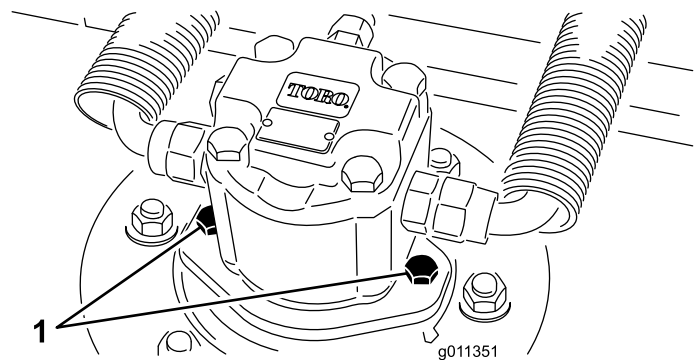

Figura 10
2. Desconecte el motor hidráulico y retírelo de la plataforma (Figura 10). Tape la parte superior del eje para evitar la contaminación.
4. Instale el motor hidráulico en la plataforma (Figura 10). Asegúrese de que la junta tórica está correctamente colocada y que no está dañada.